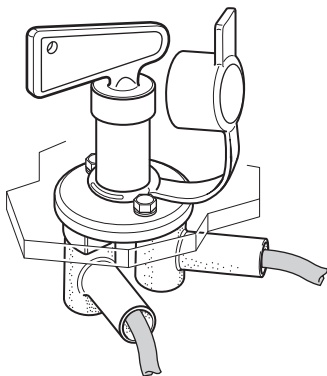

Fig. 51
- Infilare i cappucci di protezione in gomma sulle viti di collegamento (Fig. 51.)